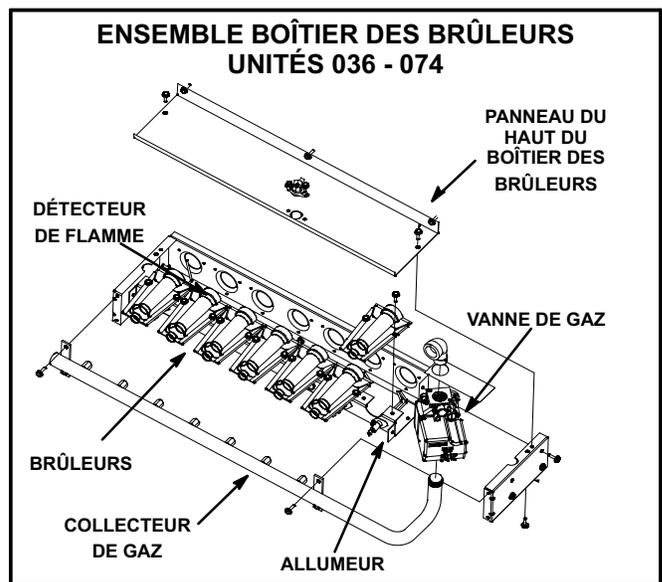
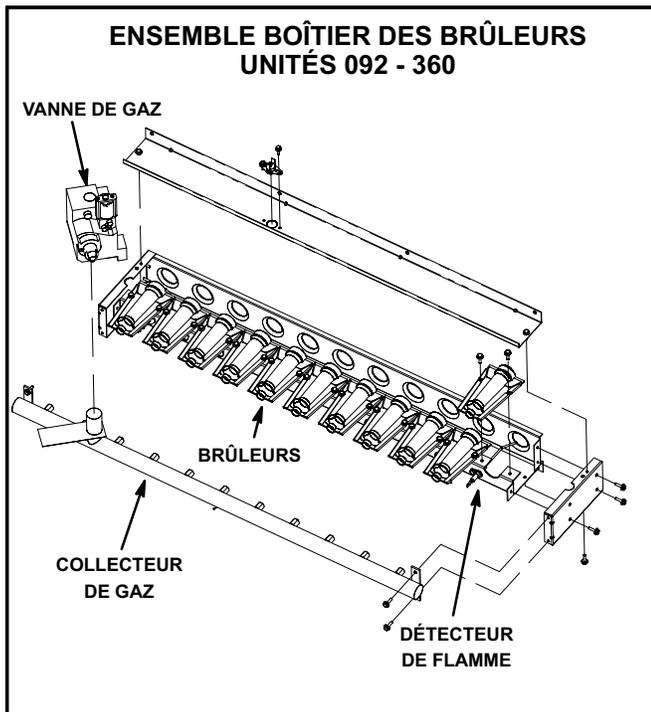

FIGURE 9
FIGURE 10
- 3- Retirer le panneau du haut du boîtier des brûleurs. Voir Figure 9 ou Figure 10.
- 4- Retirer les deux vis maintenant les brûleurs sur le support de brûleurs et soulever les brûleurs de leurs orifices. Voir Figure 9 ou Figure 10. Les nettoyer au besoin. La bougie sur l'électrode d'allumage doit être correctement réglée. Voir la section Réglage du chauffage de ces instructions d'installation.